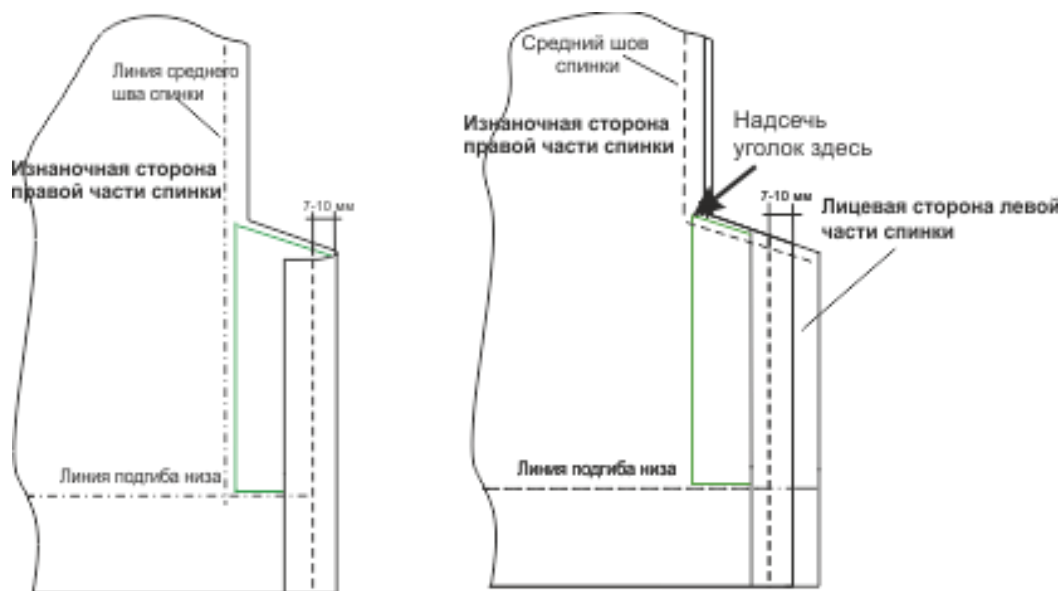

Рис. 3
1. Сметайте, а затем стачайте детали спинки по средним срезам с одновременной обработкой шлицы так, как показано на рис. 3.